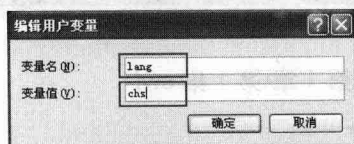

图 1-4 “编辑用户变量”对话框
- 04 在“Administrator 的用户变量”选项组中单击“新建”按钮,弹出“编辑用户变量”对话框,在“变量名”文本框中输入 lang,并在“变量值”文本框中输入 chs,如图 1-4 所示。